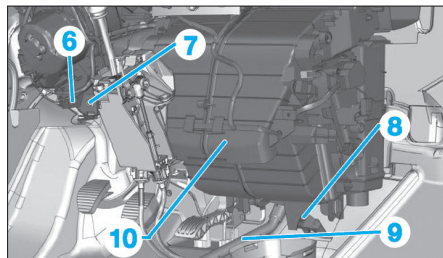

Fig. 14
- la vis (6) (Fig.14),
- la vis (7),
- la vis (8).
- Désaccoupler le tuyau d'évacuation d'eau de condensation (9).
- Déposer le bloc chauffage-climatisation (10).